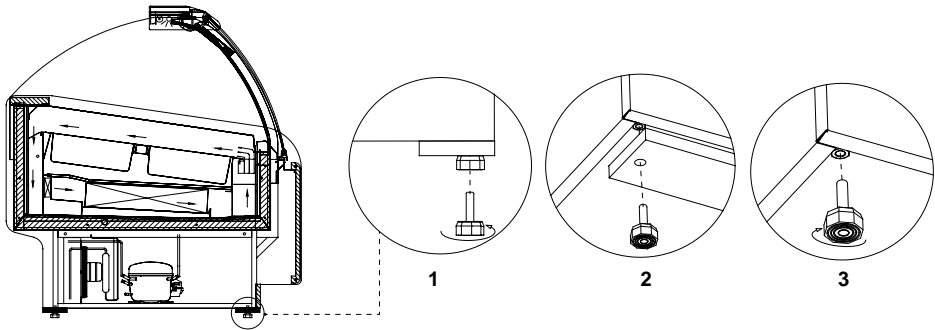

Abb.4 Entfernung der Holzbühne
- Die Anlage auspacken und das Holzpodest, dass auf der Grundlage vorhanden ist, entfernen Abb.4 (S.24)